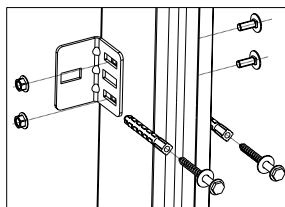

Fig. 9.2a
- fastgør forstærket side beslag til vinkelprofilen som i fig. 9.2a and 9.2b. Til dette bruges M6×16 rundhovedet bolte og møtrikker med krave.